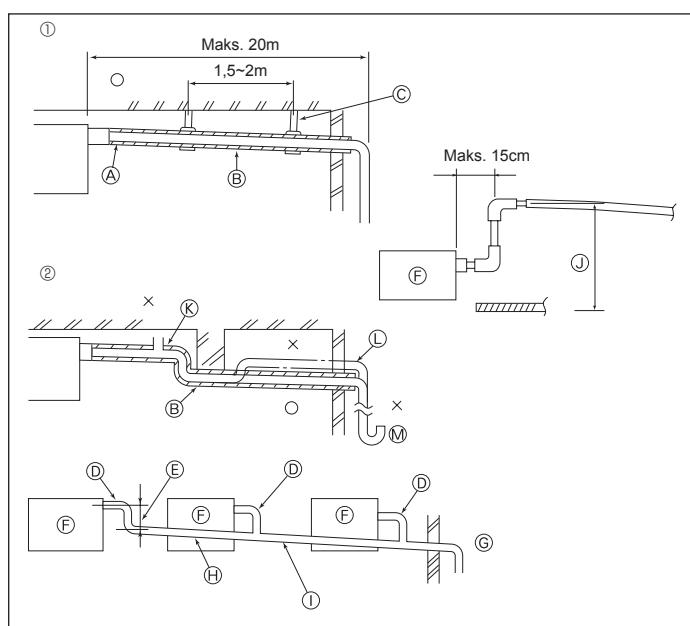

Fig. 3-4
- ① Birlikte verilen büyük boy boru kılıfını, kılıfın ucunun ünitenin yanına dayanmasına dikkat ederek gaz borusunun etrafına sarın.
- ② Birlikte verilen küçük boy boru kılıfını, kılıfın ucunun ünitenin yanına dayanmasına dikkat ederek sıvı borusunun etrafına sarın.
- ③ Her boru kılıfının her iki ucunu birlikte verilen bantlarla tespit edin. (Bantları boru kılıfının uçlarından 20 mm mesafede yapıştırın.)
3.4. Drenaj Tesisatı İşleri (Fig. 3-4)
- ① Doğru boru tesisati
- ② Yanlış boru tesisati
- ③ Izolasyon (9 mm veya daha fazla)
- ④ Aşağıya doğru meyil (1/100 veya daha fazla)
- ⑤ Metal destek
- ⑥ Hava boşaltma musluğu